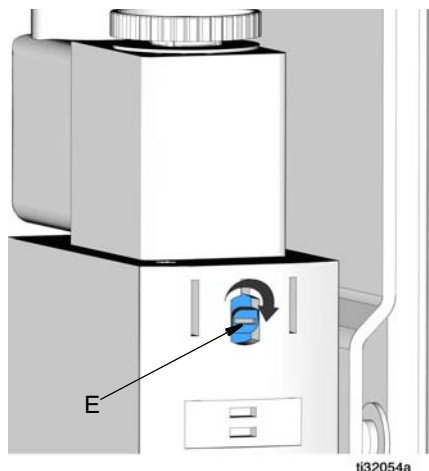

FIG. 14
La vite dell'interruttore di override manuale blu (E) in Fig. 14 è impostata in posizione di override.